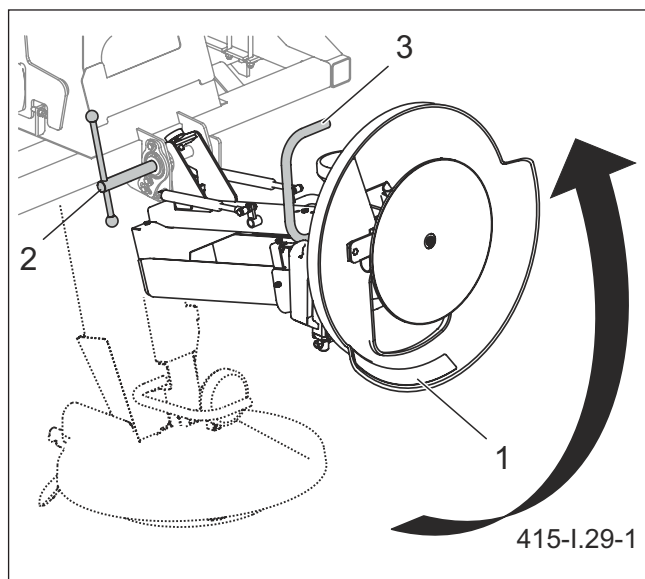

Рисунок 5.27 Подъем разбрасывающего механизма (1) разбрасывающий механизм (2) прижимной болт (3) рукоятка
- поднять разбрасывающий механизм и заблокировать в верхнем положении (рисунок 5.27),
разгрузки (рисунок 5.27) необходимо: